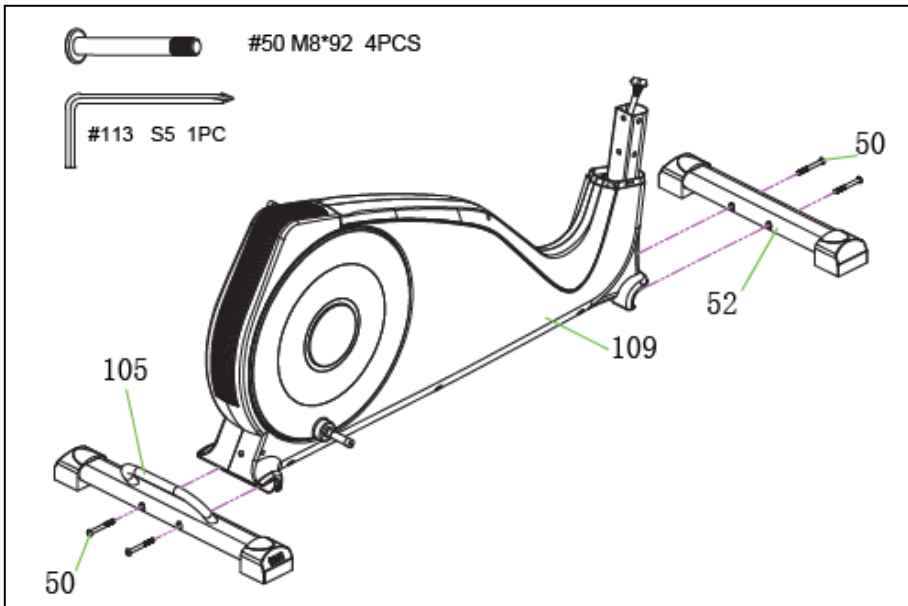

Fig.3
3. Después inserta el mástil (16) en el chasis (109).Fíjelo usando los tornillos y arandelos marcados en la Fig.3.